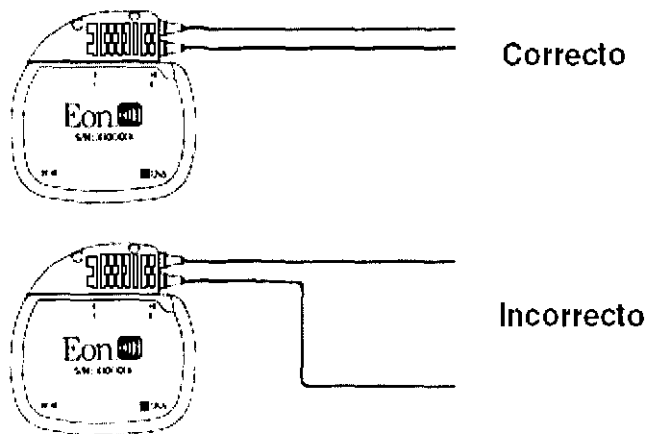

FIGURA 28
2. Para sistemas con varias derivaciones, estas y los alargadores deben colocarse de forma adyacente unos con otros (Figura 28). Los pacientes a los que se les haya implantado derivaciones no adyacentes pueden experimentar una mayor incidencia de cambios en los niveles de estimulación percibida causados por detectores de metales y otros dispositivos antirrobo.